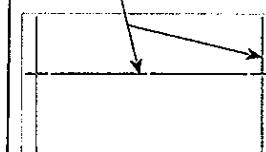

Fig. 9
- b. If additional space is required for devices greater than 1.7"(43 mm) in depth but not exceeding 2.9"(73 mm) depth attach (6) standoffs (b1) to mounting bracket (f). Depths measured from device mounting surfaces.
- c. Insert divider (b) between power side and data side. For 50/50 (Fig. 6) combinations insert divider tab into slot (c), Fig. 8. For 60/40 combinations (Fig. 7), break off ends of the divider along scores (See Fig. 9) and insert into slot (d), Fig. 8. For shallow depth applications break off top edge of divider plate.
- b. S'il faut plus d'espace pour les dispositifs de plus de 43 mm, mais n'excédant pas 73 mm de profondeur, fixer (6) éléments (b1) au support de montage (f). Calculer la profondeur à partir de la surface de montage du dispositif.
- c. Insérer le séparateur (b) entre les compartiments d'énergie et de données. Pour une répartition 50/50 (Fig. 6), insérer le séparateur dans la fente (c). Fig. 8. Pour une répartition 60/40 (Fig. 7), casser les extrémités du séparateur le long des marques (consulter la Fig. 9) puis insérer dans la fente (d). Fig. 8.